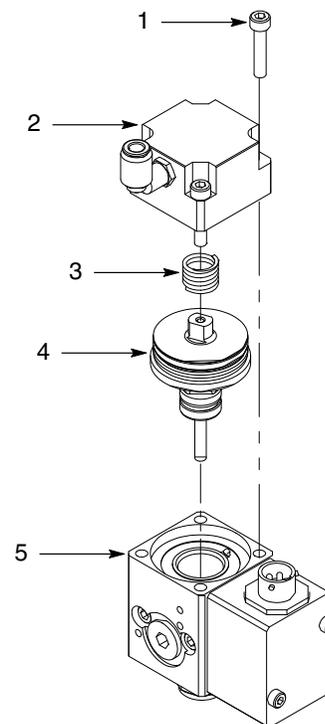

Abb. 8 Ersetzen der Dichtpackung eines typischen Ausgangsventils
1. Siehe Abb. 8. Die Schrauben (1) abnehmen, die die Luftzylinderkappe (2) am Gehäuse (5) halten.
2. Die Feder (3) von der Dichtpackung (4) abnehmen.